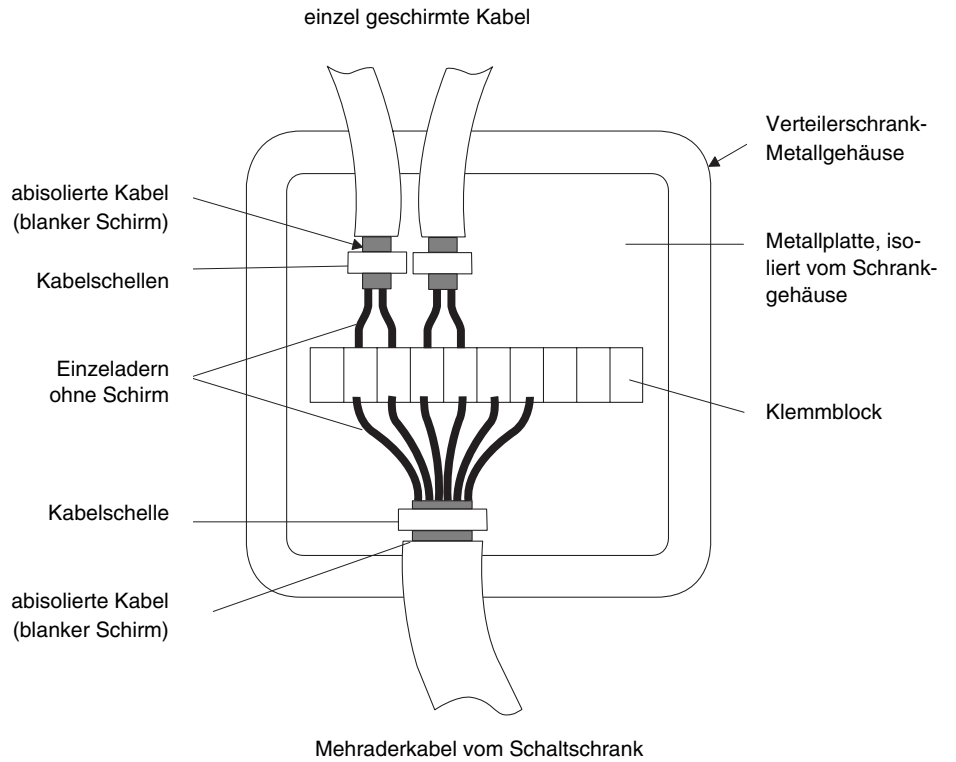

Bild 6.5 Verteilerkasten mit interner Verkabelung
- Bei Einsatz eines zusätzlichen Klemmenkastens als Verteiler, z. B. zur Aufteilung eines Mehraderkabels in mehrere separate Kabel, achten Sie bitte darauf, das Potenzial der Kabelschirme unbedingt vom Potenzial des Metallmantels des Verteilerkastens zu trennen. Der Verteilerkasten muss aus Metall sein. Zulässig ist die Verbindung des Metallgehäuses mit einem Schutzleiter. Weitere Einzelheiten sehen Sie in Bild 6.5.